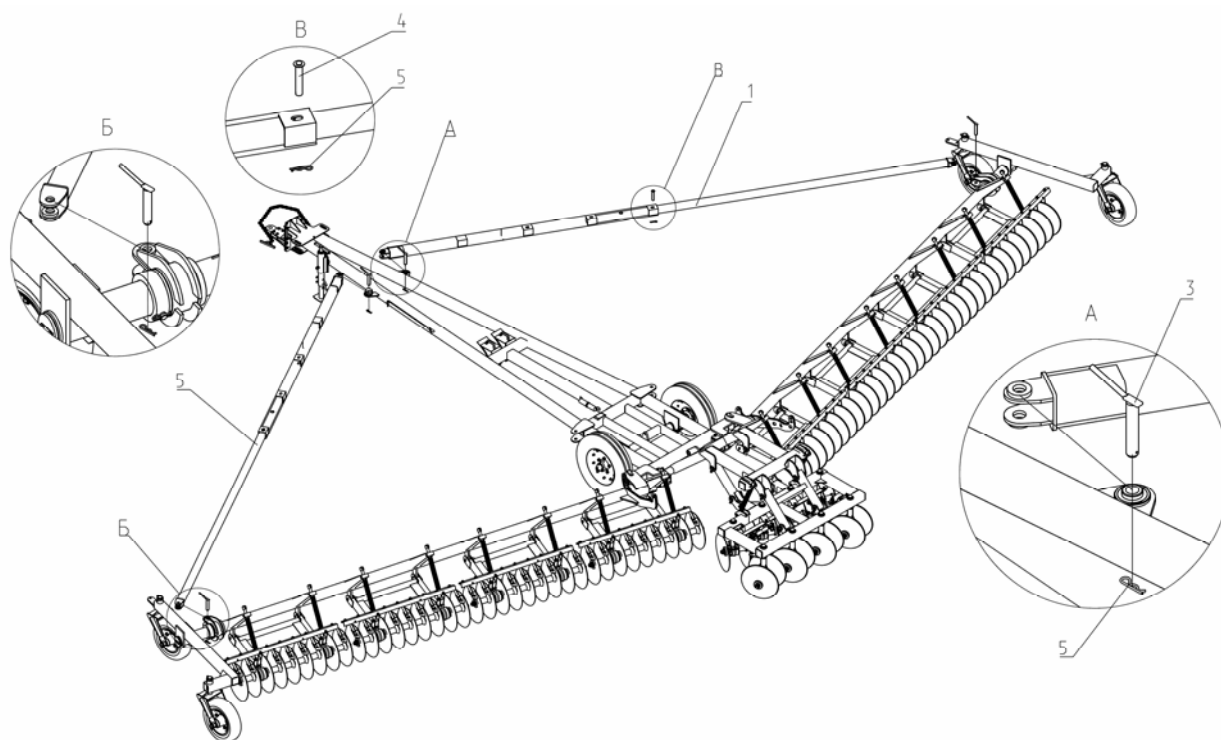

Рис.20 Схема сборки луцильника.
5.5.11. Растяжки поз. 1 и поз. 2 Рис. 20 крепятся к брусам и снице согласно выноскам А и Б при помощи пальцев поз. 3 и шплинтов поз. 4. Перед установкой растяжек необходимо их расфиксировать, расшплинтовав и вытянув ось поз. 4 Рис. 20В,
- рсфиксировать растяжки ,вынув ось поз. 4 Рис. 20;
- отсоединить растяжки от брусьев, вынув пальцы поз.3 Рис. 20;